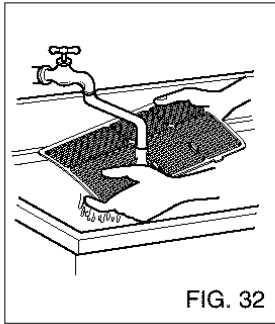

FIG. 32
- Lave el filtro de aire bajo un grifo de agua caliente. Asegúrese de eliminar todo el agua antes de sustituir el filtro. (FIG. 32)